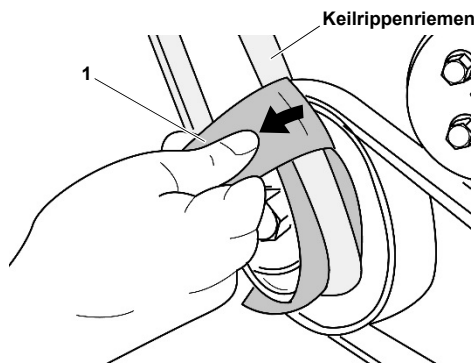

Abb. 4: Keilrippenriemen abziehen.
4. Durch ziehen am Gurtband "1", wie in Abb. 4 gezeigt, den Keilrippenriemen von der Riemenscheibe abziehen.